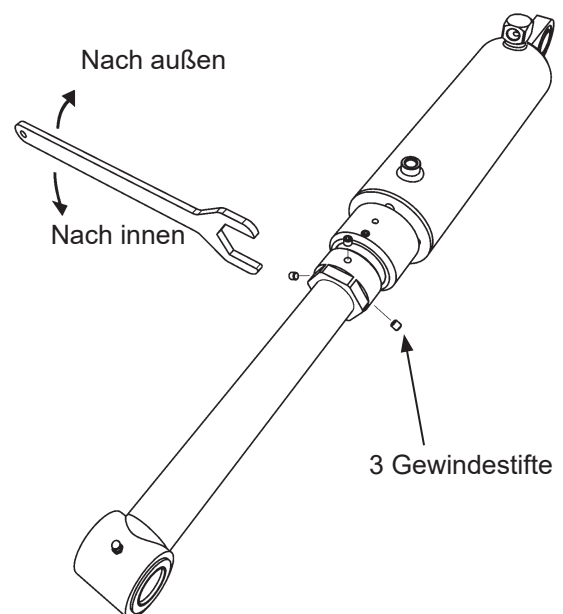

Abbildung 56. Einstellung des Neigungswinkels
5. Die drei Gewindestifte am zweiten Kippzylinder lösen. Abbildung 56.
6. Das Einstellgewinde so drehen, dass der Kippzylinder mit der Befestigung an der Ladebordwand übereinstimmt. Siehe Abbildung 56.